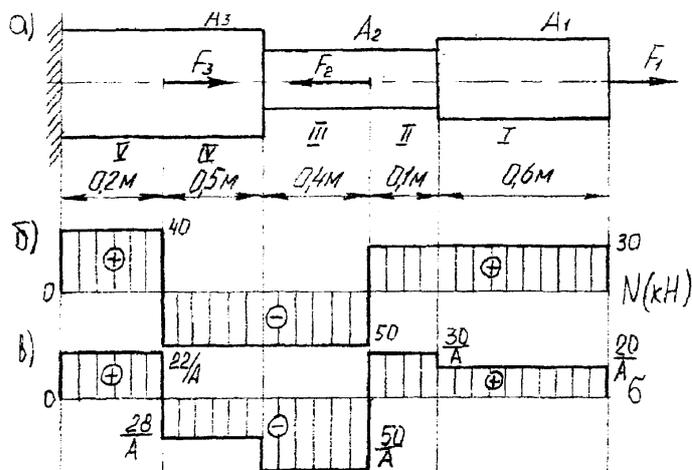

Рис. 5
Для данного ступенчатого бруса (рис.5) построить эпюру продольных сил, нормальных напряжений, определить площадь опасных сечений и перемещение свободного конца при следующих данных: $E = 2 \cdot 10^5 \text{ Mna}$; $F_1 = 30 \text{ кН}$; $[\sigma] = 100 \text{ Mna}$; $A_1 = 1,5 \text{ А}$; $F_2 = 80 \text{ кН}$; $F_3 = 90 \text{ кН}$; $[\sigma_c] = 120 \text{ Mna}$; $A_c = A$; $A_c = 1,8 \text{ А}$.
1. Отмечаем участки (рис. 5 а)
Строим эпюру продольных сил (рис. 5 б)
Строим нормальных напряжений (рис.5 в)